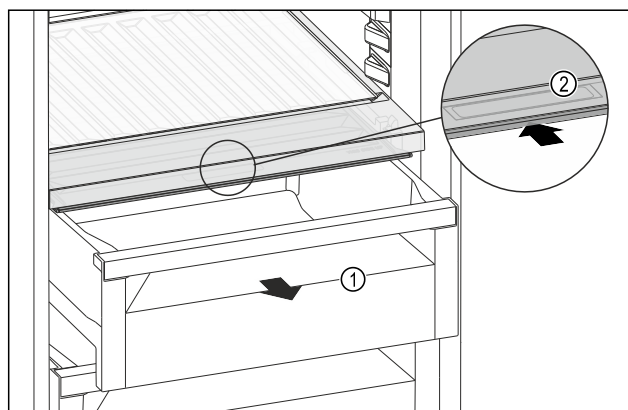

Fig. 231
- Tërhiqni jashtë sirtarin Fig. 231 (1).
- Kapni dorezën e futur Fig. 231 (2) në kapakun e ndarjes dhe në të njëjtën kohë shtyni për prapa kapakun e ndarjes.